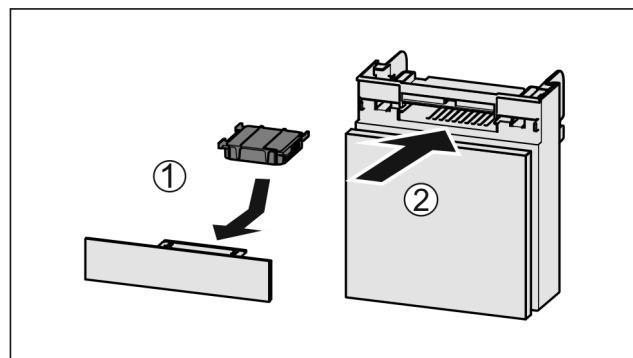

Fig. 89
- ▶ Anbring aktivkulfilteret som vis på billedet Fig. 89 (1).
- ▶ Skub rummet ind Fig. 89 (2).